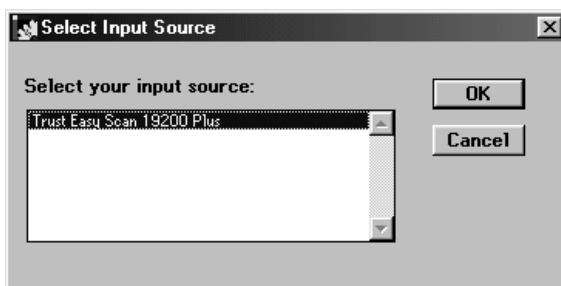

Figure 28 : Sélectionner le scanner
3. Sélectionnez 'Trust Combi Scan USB 19200' (voir figure 28).